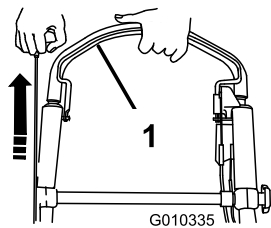

Bild 16
2. Drücken Sie den Schaltbügel zum Griff und ziehen Sie am Rücklaufstarter (Bild 16).